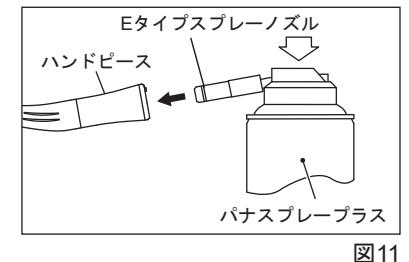

図11
- 2) Eタイプスプレーノズルをハンドピース後部へ挿し込み、2~3秒間のスプレーを2~3回繰り返し、ハンドピース先端から出るオイルに血液等の異物がまざらなくなるまで内部の洗浄注油を行います。(図11)